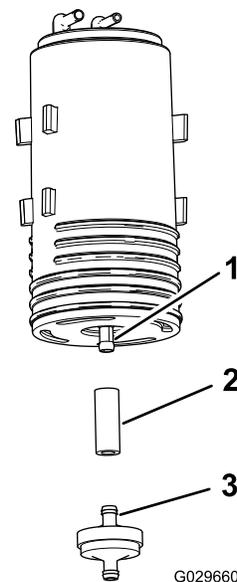

Figura 45
- Retire o filtro do recipiente de carbono e a secção curta do tubo da união inferior do recipiente de carbono antigo (Figura 45).
- Instale o tubo na união inferior do novo recipiente de carbono (Figura 45).
6. Insira a união do novo filtro do recipiente de carbono no tubo (Figura 45).